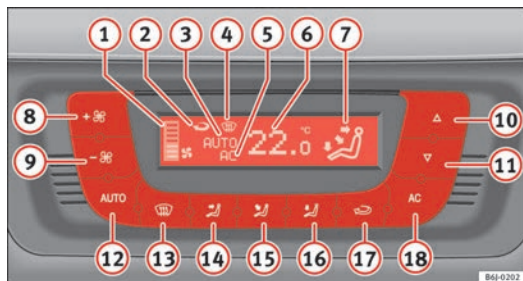

Abb. 98 In der Instrumententafel: Bedienelemente Climatronic
- Drücken Sie die Tasten ⑩ und ⑪ ⇒ Abb. 98 um die Temperatur einzustellen.
- ① Anzeige der Gebläsestufe
- ② Anzeige für Umluft-Stellung
- Drücken Sie die Taste **AUTO**. Die Anzeige  $\Rightarrow$  Seite 134, Abb. 98  erscheint.
- Drücken Sie die Tasten  und   $\Rightarrow$  Seite 134, Abb. 98 um die im Fahrzeuginnenraum gewünschte Temperatur einzustellen. Es wird empfohlen, eine Temperatur von 22°C (72°F) einzustellen.
- Drücken Sie eine der Tasten ⇒ Seite 134, Abb. 98 **14** bis **16** oder drücken Sie den Gebläseregler **8** und **9**. Die Anzeige **3** erlischt.
Das Gebläse kann mit den Tasten **8** und **9** eingestellt werden ⇒ Seite 134, Abb. 98. Ist das Gebläse ausgeschaltet (am Display wird keine Gebläsestufe
- Drücken Sie die Taste **U**, um den Umluftbetrieb ein- oder auszuschalten. Der Umluftbetrieb ist eingeschaltet, wenn das Symbol **U** ⇒ Seite 134, Abb. 98 im Display angezeigt wird.